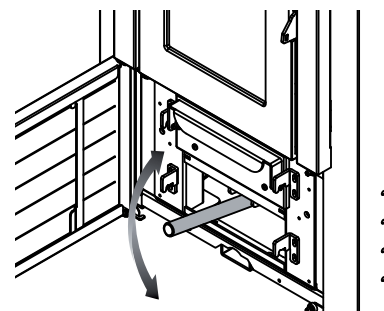

Fig.12.7
- Inserirla nell'apposito invito e muovere in su e in giù per rimuovere i depositi di fuliggine dai tubi (Fig.12.7).